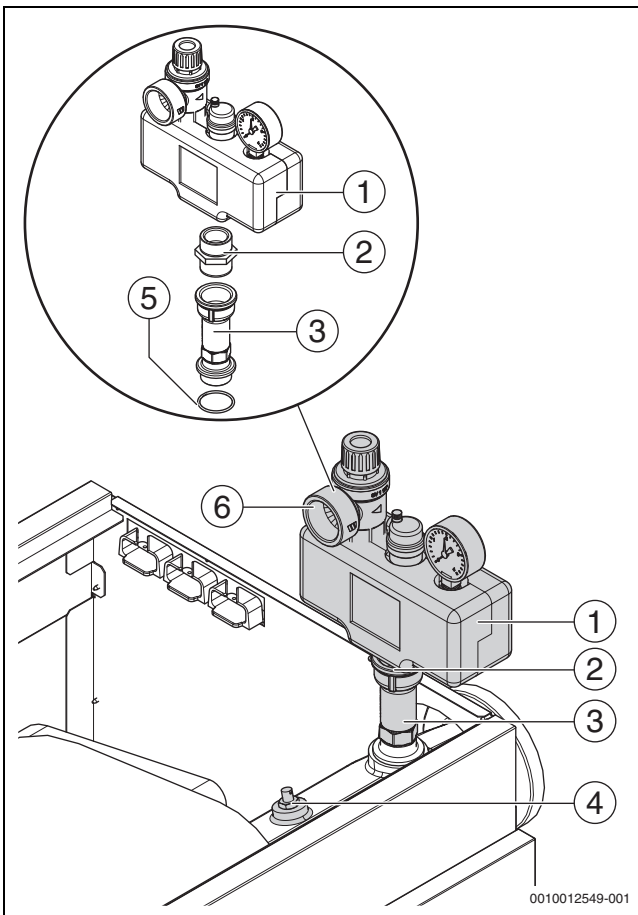

Fig. 17 Set de siguranță 3 bar (prezentat: structură cazan dreapta)
(→ Fig. 17 și 18)
- ▶ Etanșați setul de siguranță la racordul cu filet al turului de încălzire cu o substanță de etanșare adecvată, respectiv cu garniturile de etanșare livrate (→ Fig. 17).